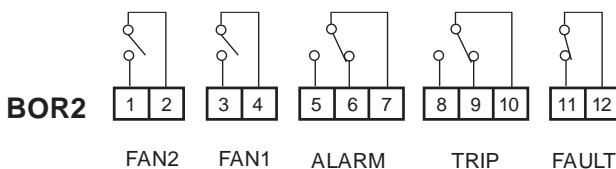
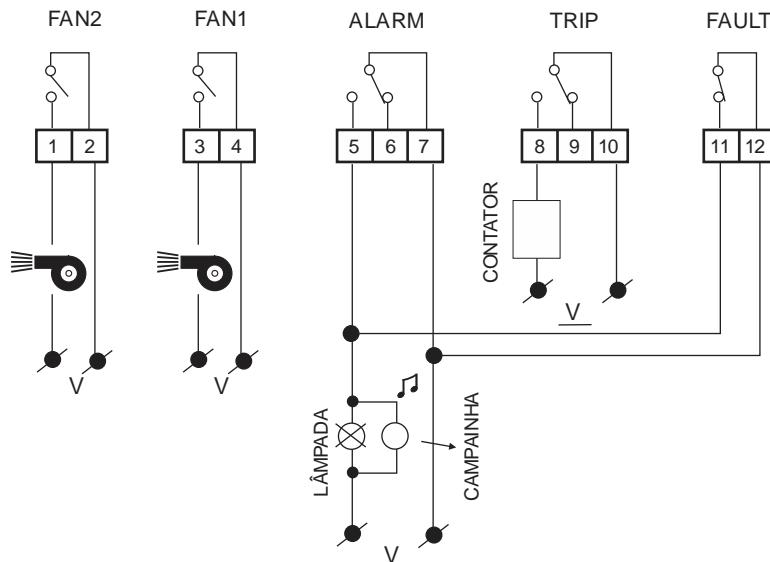

Figura 3 - Conexões Relés de Alarme e ventilação
Figura 6 - Esquema de ligação
- Faz a leitura das sondas S1, S2, S3 e Tamb. Caso alguma delas registre temperatura superior ao valor programado em ALARM em 1°C por 5s, o led ALARM acenderá. Caso a situação persista por mais de 15s, será ativado o relé ALARM, contato fechado entre os terminais 5 e 7 (Figura 3). Se pressionada a tecla  por mais de 5s, o relé ALARM abrirá os contatos 5 e 7 (útil caso o relé de alarme esteja ligado a uma sirene e deseja-se interromper o som), porém o led ALARM continuará aceso até que a temperatura de todas as sondas fique abaixo do valor programado de alarme. O relé ALARM apenas acionará novamente após sair da situação de alarme atual.
- Caso a temperatura continue aumentando e um ou mais sensores supere em 1°C por 5s o valor programado em TRIP, o led TRIP acenderá. Caso a situação persista por mais de 15s, será ativado o relé TRIP, contato fechado entre os terminais 8 e 10 (Figura 3). Quando se ativa o TRIP, ativa-se ALARM, pois é condição anterior a TRIP.
- Quando a temperatura diminuir em 1°C ao valor programado em TRIP, o led TRIP apagará e o relé voltará à condição anterior, contato aberto entre os terminais 8 e 10 (Figura 3).
- Quando a temperatura diminuir em 1°C ao valor programado em ALARM, o led ALARM apagará e o relé voltará à condição anterior, contato aberto entre os terminais 5 e 7 (Figura 3).
- Teste de presença ou falha dos sensores PT100: As falhas possíveis de detectar são de sensor aberto ou curto-círcuito do PT100. Caso detecte a ausência ou falha de algum sensor, aparecerá no painel a mensagem  seguida do nome dos sensores que estão com problema (, ,  ou ). O led FAULT, juntamente com os leds dos sensores com falha, piscará. O relé FAULT fechará, contato fechado entre os terminais 11 e 12 (Figura 3). Se o equipamento sair da condição de falha, o led FAULT apagará e o relé abrirá, contato aberto entre os terminais 11 e 12 (Figura 3).
- Caso algum sensor supere a temperatura do parâmetro Fon (Fan on) por um período superior a 15s, será ativado o relé FAN1 (Figura 3, contatos 3 e 4 fechados). O relé desliga quando a temperatura de todos os sensores for inferior ao valor programado no parâmetro Fof (Fan off). O mesmo se dá para os parâmetros de FAN2 e o relé FAN2 (Figura 3, contatos 1 e 2).
Na Figura 3 é apresentada a pinagem dos relés de saída do controlador. Conforme o esquema da Figura 6, o relé FAULT opera normalmente ligado, o que significa que o controlador apresentará falha também em caso de falta de alimentação em BOR3.